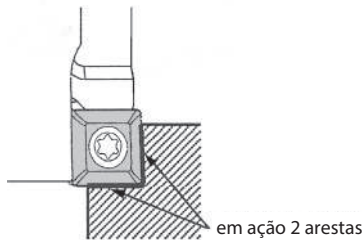

Fig. 1
- Ambas as arestas se desgastam ao mesmo tempo dependendo do ap. Cada inserto terá 2 arestas em vez de 4. (Fig. 1)